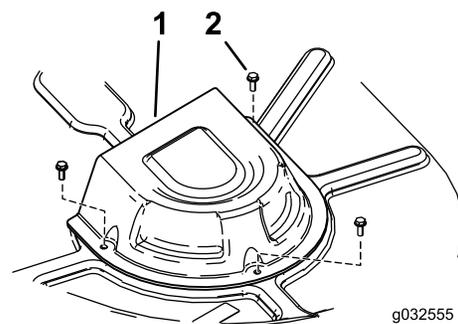

Bild 53
4. Entfernen Sie an Maschinen mit 107-cm-Mähwerken die Abdeckungen der Riemenscheibe (Bild 53).